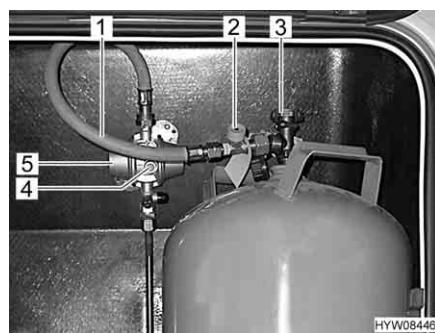

Fig. 55 Raccordo bombola del gas
- Chiudere la valvola principale di arresto (Fig. 55,3) della bombola del gas. Osservare la direzione della freccia.
- Svitare manualmente il tubo del gas (Fig. 55,1), dalla bombola del gas (filettatura sinistrorsa).
- Premere con forza il dispositivo antirottura della tubazione (Fig. 55,2) e tenerlo premuto per ca. 5 secondi.
- Premere con forza il pulsante verde (Fig. 55,4) del regolatore di pressione del gas (Fig. 55,5) e tenerlo premuto per ca. 5 secondi. La sorveglianza della pressione è attivata.